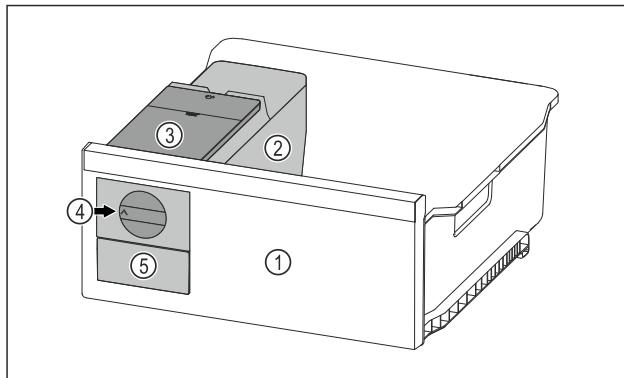

Fig. 120 Примерное изображение
- ▶ Поверните поворотную кнопку Fig. 120 (4) по часовой стрелке до упора.
- ▷ Кубики льда упадут из ванночки для кубиков льда в выдвижной ящик для кубиков льда Fig. 120 (5).